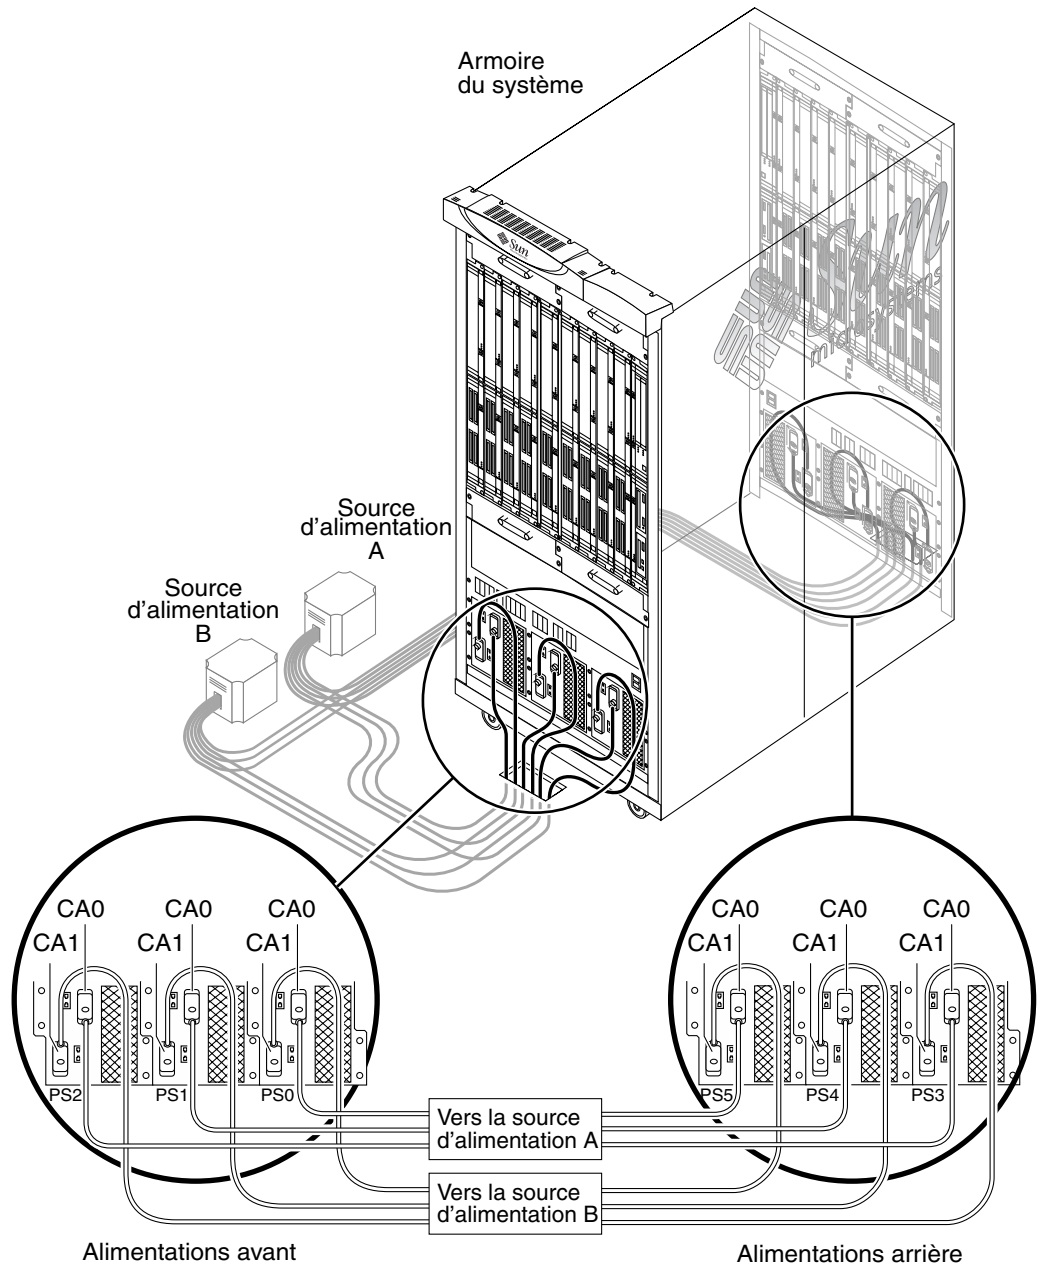
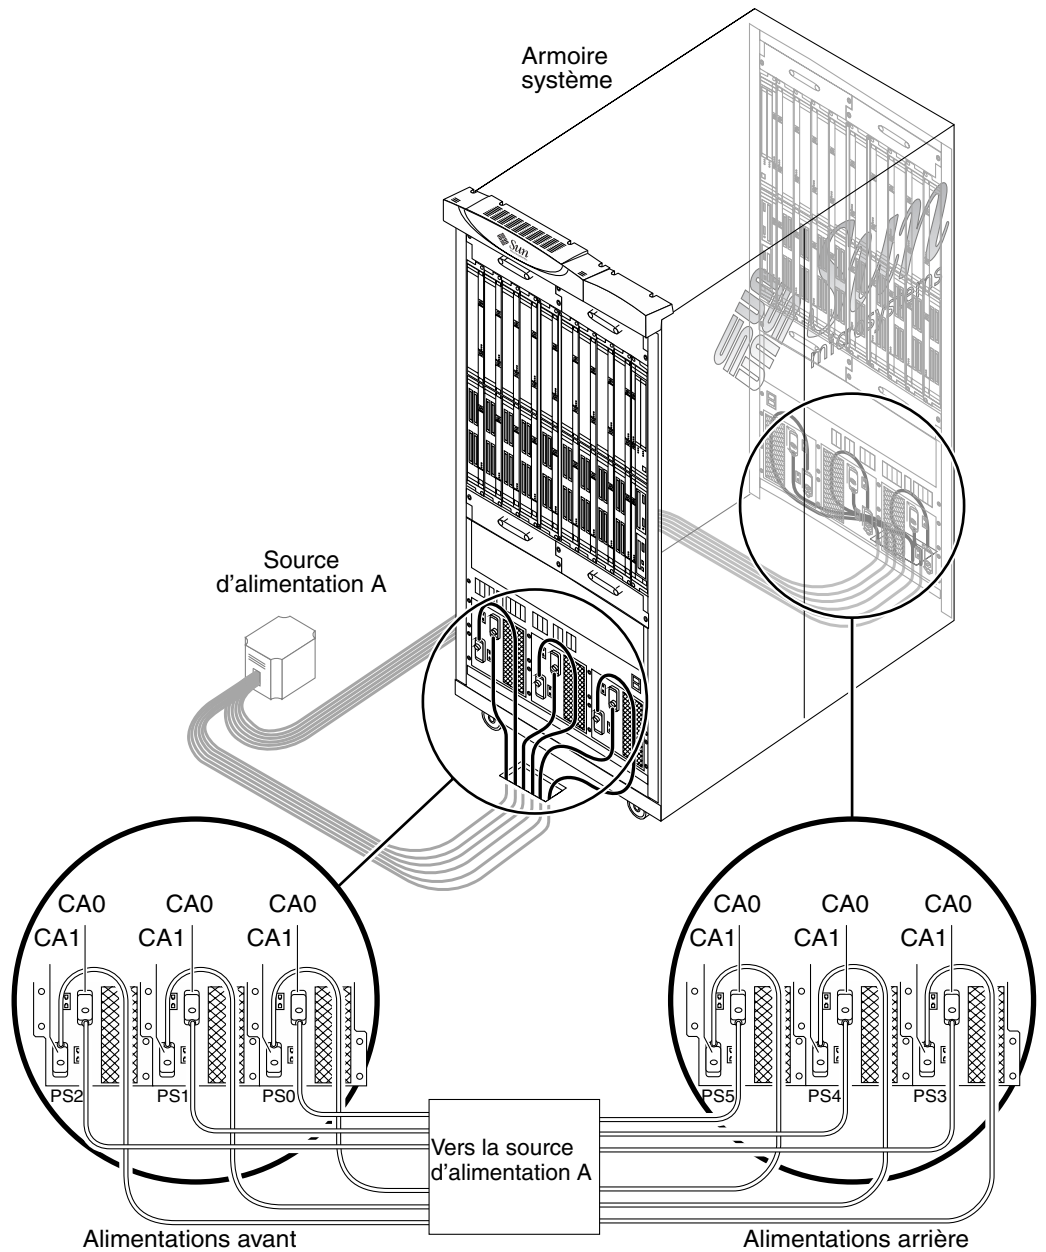

FIGURE 3-1 Connexions d'alimentation des systèmes Sun Fire E25K/E20K : alimentation redondante, source d'alimentation double (sources d'alimentation A et B)
FIGURE 3-2 Connexions d'alimentation des systèmes Sun Fire E25K/E20K : alimentation haute fiabilité, source d'alimentation unique (exclusivement)
Le TABLEAU 3-1 dresse la liste des caractéristiques électriques de l'armoire système. Le TABLEAU 3-2 permet de consigner les caractéristiques nécessaires des câbles d'alimentation (reportez-vous à l'annexe A pour obtenir un formulaire détaillé permettant de consigner vos données à titre de référence. Le TABLEAU 3-3 récapitule les caractéristiques des trois configurations électriques. La FIGURE 3-1, la FIGURE 3-2 et la FIGURE 3-3 illustrent connexions électriques possibles du système.
- Il est recommandé d'utiliser une alimentation redondante pour l'armoire du système, une source d'alimentation double comme illustré à la FIGURE 3-1.
Les systèmes Sun Fire E25K/E20K peuvent fonctionner pendant la maintenance d'une alimentation électrique et avec deux sources d'alimentation indépendantes, comme indiqué à la FIGURE 3-1, à condition que la consommation électrique des systèmes reste inférieure à 20 000 W CC, tel que mesuré par la commande `SMS showenvironment -p powers`.